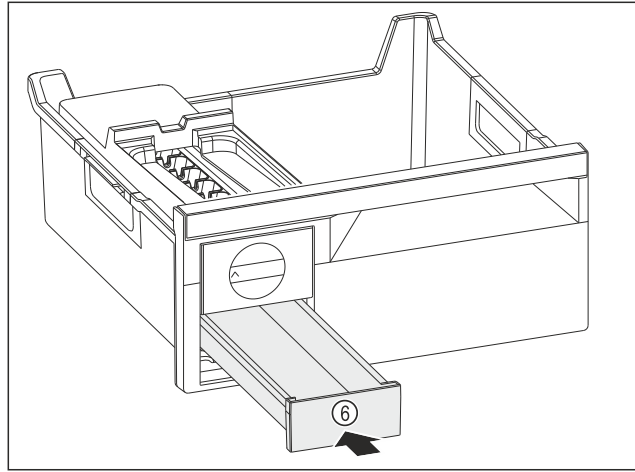

Fig. 171
- Buz küpü çekmecesini Fig. 171 (6) içeri itin.